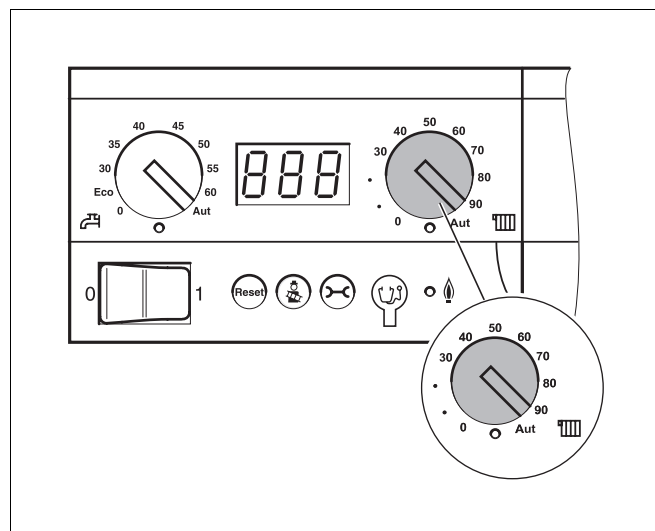

Fig. 12 Manopola "Temperatura Massima Caldaia"
- Ruotare la manopola (fig. 12) per impostare la temperatura massima dell'acqua di caldaia (temperatura di mandata della caldaia).